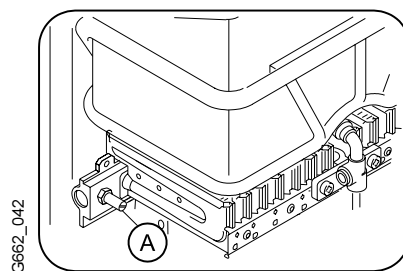

Fig. 6
- Allentare la vite della presa di pressione (A) del bruciatore (fig. 6) e collegare il tubo flessibile del manometro.